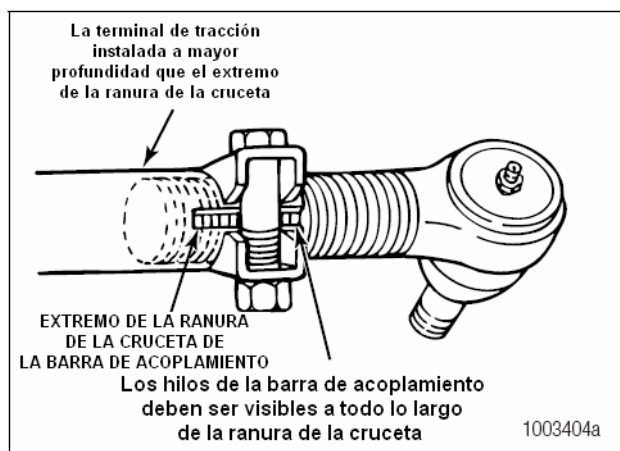

Figura 5.11
7. Verifique que la terminal de tracción esté enhebrada correctamente dentro de la cruceta e instalada a mayor profundidad que el extremo de la ranura de la cruceta. La terminal de tracción debe de ser visible a todo lo largo de la ranura de la cruceta. Figura 5.11